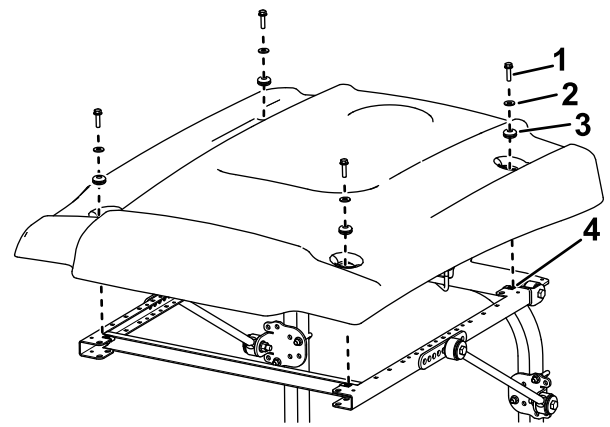

Figure 21
16. Lors de l'alignement des trous de fixation, positionnez le pare-soleil sur le cadre comme montré à la Figure 21.
17. Fixez légèrement chaque coin du pare-soleil au cadre avec un boulon à embase (5/16" x 1"), une petite rondelle et une bague (Figure 21).